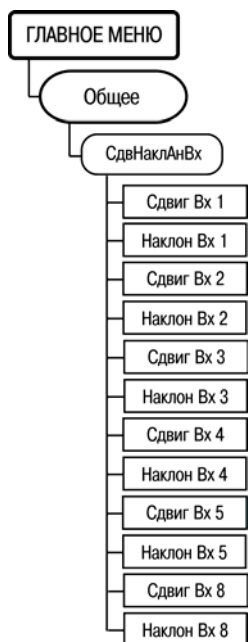

Рисунок 6.24
6.13.9 Параметры, определяющие коррекцию измеренных характеристик, задаются через пункт меню **///Общее/СдвНаклАнВх. {N} = 1 – 5, 8** (рисунок 6.24) для аналоговых входов **1 – 5, 8** соответственно.